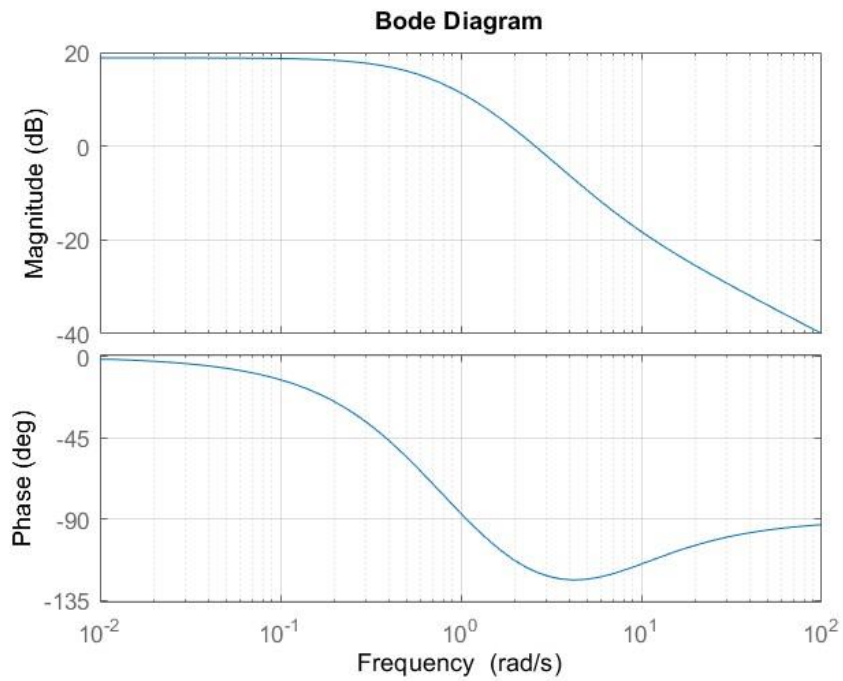

FIGURA 1
Dunque il sistema linearizzato (6) è caratterizzato dalla funzione di trasferimento (8) con 2 poli $p_1 = -0.6$, $p_2 = -1.4$ ed 1 zero $z_1 = -7.35$, in Figura 1 mostriamo il corrispondente diagramma di Bode